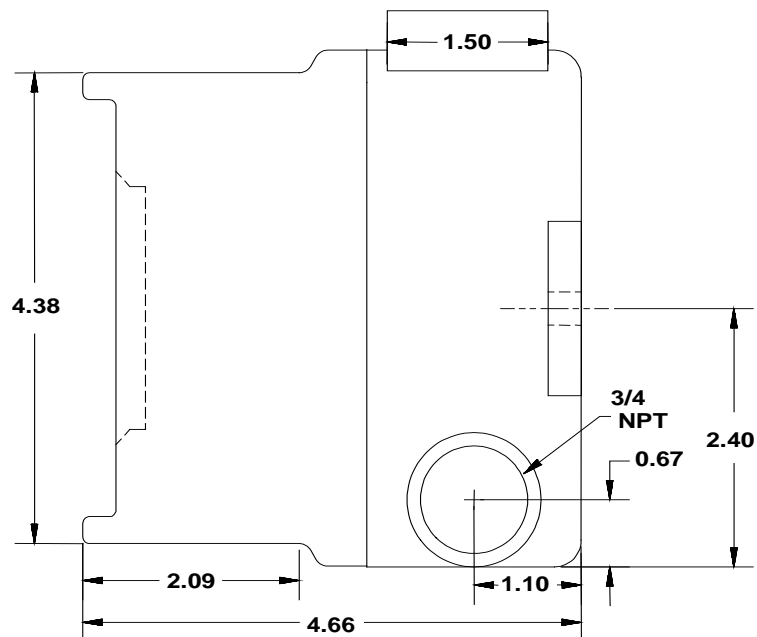

Abbildung 6: Verdrahtung des SS4-A/-A2 Detektorgehäuses – Seitenansicht
- a. Die Kabel durch eine der Kanalzuführungen in der Grundplatte des Metallgehäuses einführen. Siehe Abb. 6.
- Die Relaiskabel durch eine der Kanalzuführungen in der Grundplatte des Detektorgehäuses einführen. Siehe Abb. 6.